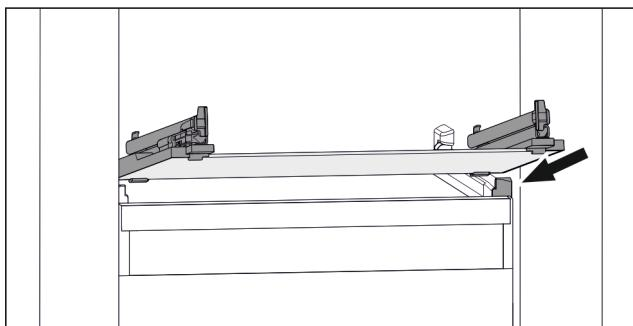

Fig. 31 Příklad znázornění skleněné desky
- Nasadte skleněnou desku šikmo za zarážky. (viz Fig. 31)